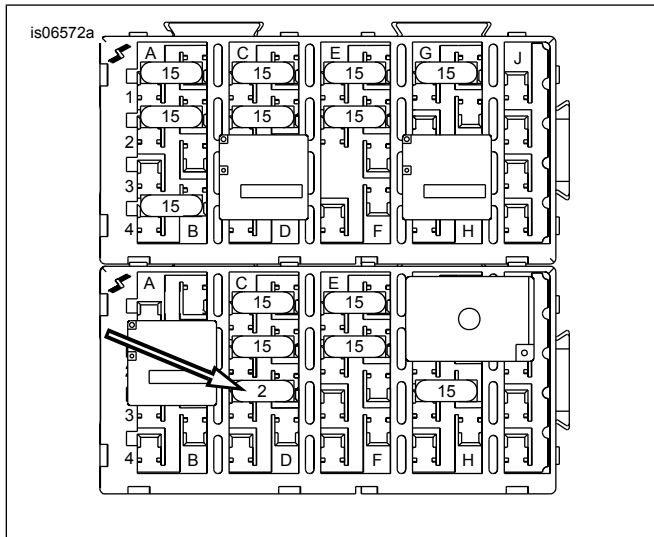

Abbildung 6. 2-A-Sicherung einbauen (Modelle ab 2010)
- b. Siehe Abbildung 6. Die 2-A-Sicherung aus dem Teilesatz in den Hohlraum der Aufbewahrungskofferbeleuchtung (C3-D3) im Sicherungsblock einbauen.
- k. Siehe Abbildung 6. Die 2-A-Sicherung aus dem Teilesatz in den Hohlraum der Aufbewahrungskofferbeleuchtung (C3-D3) im Sicherungsblock einbauen.